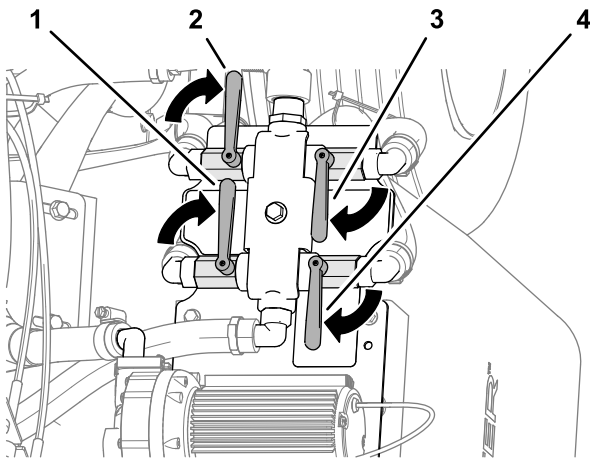

Figura 52
1. Gire las válvulas de retorno y aspiración de los depósitos izquierdo y derecho a la posición de cerrado (Figura 52).